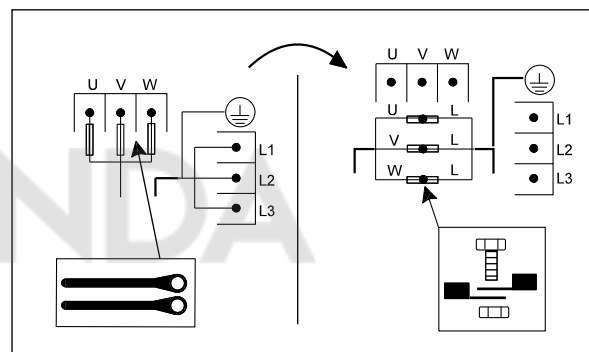

Рис. 41 Переключение насоса типа "Е" из нормального режима работы в аварийный
3. Подсоедините провода, как показано на рис. 41.